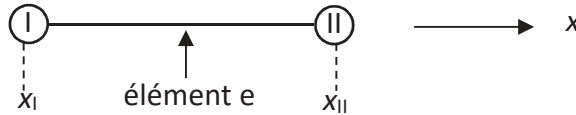

Figure 2 – élément d'un maillage
- 5) (1 point) Calculer les deux fonctions de forme $N_I(x)$ et $N_{II}(x)$ associées aux deux nœuds de l'élément e de la Figure 2.
- 8) (3 points) Montrer que le second membre élémentaire associé à l'élément e de la figure 2, et provenant de la source interne de chaleur $\bar{q}(x)$ contenu dans l'équation (6), est donné par :